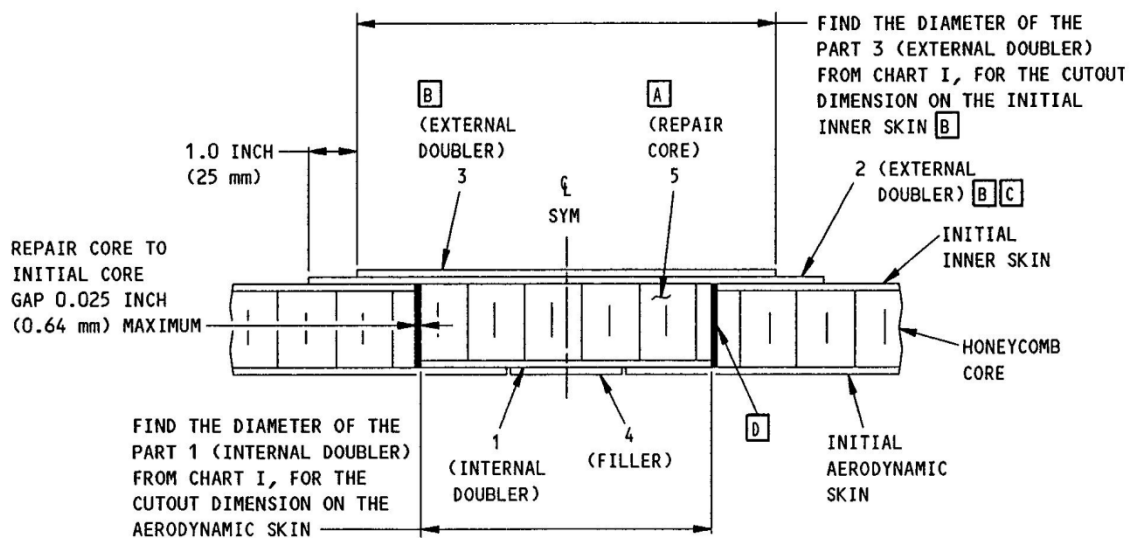

Figura 2.21. Especificaciones para el doubler de reparación al ras.
- 5) Inspeccionar la piel inicial en el lado opuesto del área de reparación. Si se encuentra que la piel en el lado opuesto de la reparación está dañada, entonces se debe instalar un *internal doubler* (doble interno) en esta piel antes de continuar con la reparación; tal como se muestra en la Figura 2.21, de instalación del *doubler* (doble) de reparación interno y el *filler* (relleno) y entonces se puede continuar con el procedimiento de